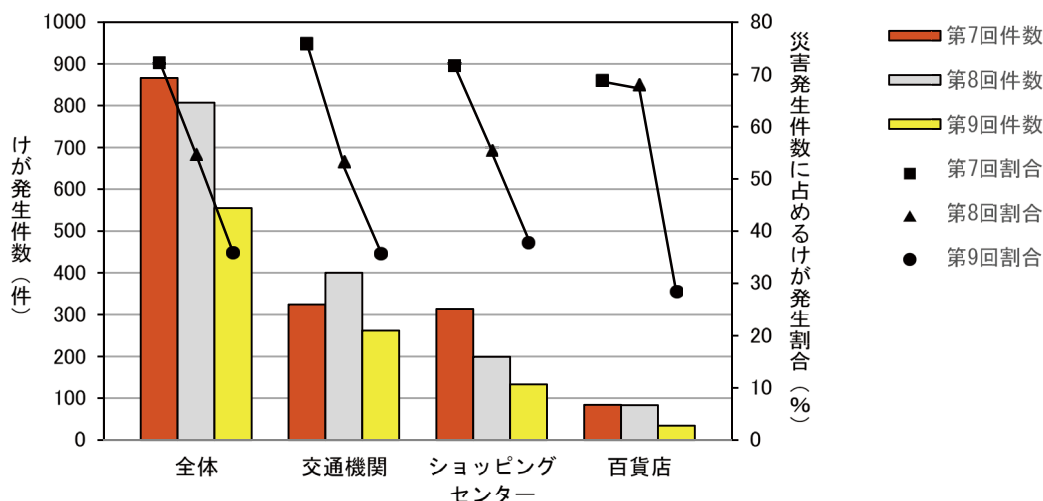

図17 けが発生件数とけが割合
利用者災害時におけるけがの有無の集計(部位、けが程度不明)を第7回調査より実施している。主な建物用途における件数を棒グラフ、災害発生件数に占めるけがの割合を折れ線グラフとして図17に示す。
- 9) けがが発生件数及び発生件数に占めるけがの分析では、けがの発生件数が少なくなる傾向を示し、利用者災害発生件数に占めるけがの割合はこれまでは、50%超であったものがこれ以下となった。[図 17]